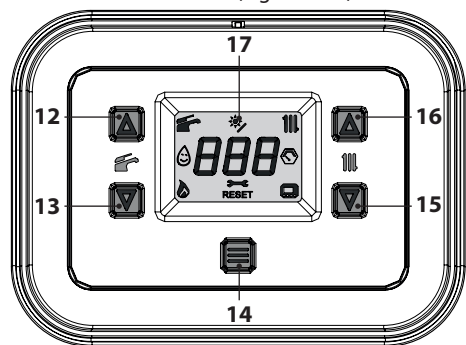
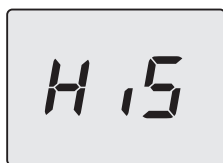
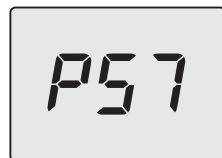
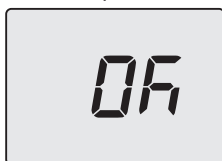

Figura 5.23
Figura 5.24
Figura 5.27
Figura 5.29
- Entrare in "modalità programmazione" premendo contemporaneamente per 5 secondi i tasti 13 e 15 (Figura 5.23) fino a far apparire sul display LCD le lettere **HIS** che indicano il menu "Storico delle caldaia" (Figura 5.24).
- Premere per 1 sec. il tasto 14 (Figura 5.23) per entrare nel parametro selezionato. Il display visualizzerà quanto segue (Figura 5.27).
- Premendo il tasto 14 (Figura 5.23) si ottiene la conferma del valore inserito. Il display visualizzerà per 5 sec. quanto segue (Figura 5.29) poi, si porterà al livello superiore.
- Premendo contemporaneamente i tasti 13 e 15 (Figura 5.23) si esce senza modificare il valore (ritorno al livello precedente).
- tenere premuti contemporaneamente i tasti 13 e 15 per 5 sec. (Figura 5.23) (ritorno al livello precedente).